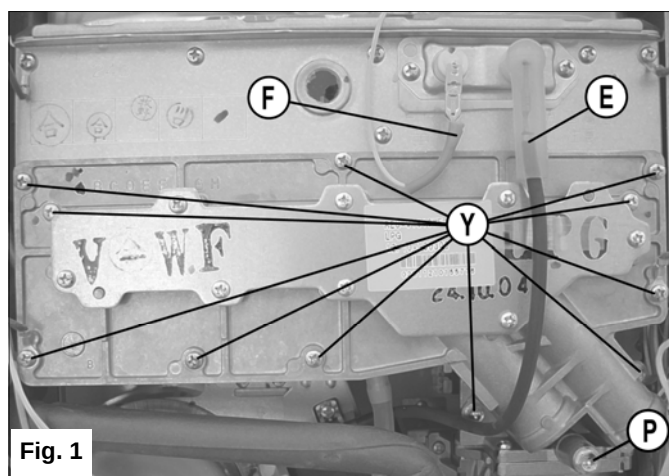

Fig. 1
5. Procedere con la sostituzione del collettore di alimentazione del gas tramite i seguenti passaggi (Fig.1):
- scollegare i connettori dell'elettrodo (E) e del sensore di fiamma (F);
- rimuovere le viti di fissaggio del collettore gas (Y);
10. Controllare la pressione del gas sulla presa prelievo (Fig.1 - pag. precedente).
13. Controllare la pressione del gas sulla presa prelievo (Fig.1 - pag. precedente).
18. Rimuovere il micro manometro e riposizionare la vite della presa di prelievo pressione gas (Fig.1 - pag. precedente).